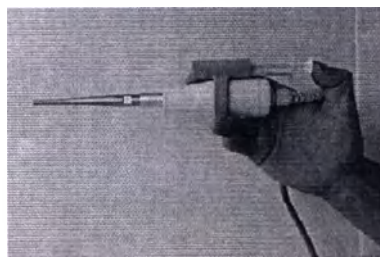

Рис. 4. Устройство для подачи лекарственного раствора
Устройство для подачи лекарственного раствора (см. рис.4)- используется, совместно с волноводом-инструментом “ВИ16” для осуществления этапа, например, струйно-аэрозольного напыления лекарственного раствора на очаг инфекции. Устройство закрепляется на корпусе акустической системы и представляет собой держатель для установки шприца (ёмкости для лекарственного раствора). Подача лекарственного раствора осуществляется через подающий катетер (например, катетер подключичный, внутренний диаметр 1,4 мм) к осевому каналу волновода-инструмента “ВИ16”.
8) При необходимости проведения процедуры в прерывистом режиме нажимают кнопку ПРЕРЫВИСТЫЙ РЕЖИМ, расположенную на верхней передней панели блока управления (рис. 4).
Для отключения работы акустической системы до истечения установленного времени нажимают кнопку СТОП на поле УЛЬТРАЗВУК (рис. 4).